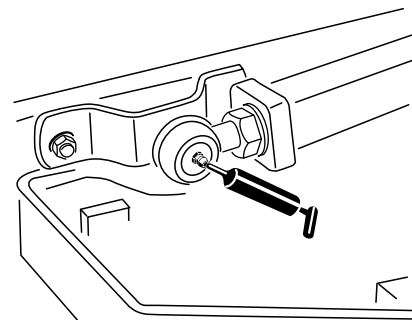

Bild 80
- Zwei Hubarm-Kugelenke (Bild 80)